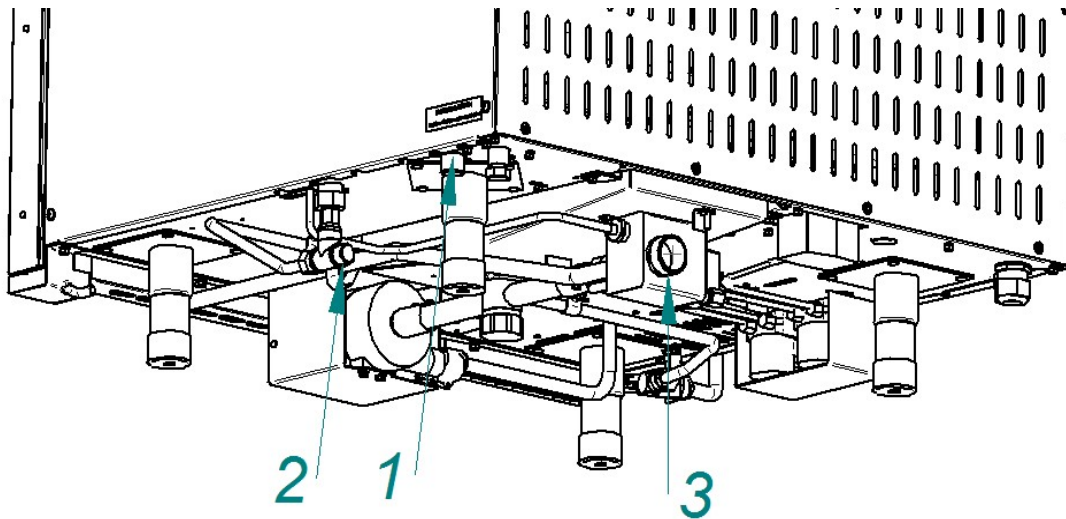

Рис. 3. Подключение к системе водоснабжения
• G3/4 наружная резьба (рис.3 поз.1) – парогенератор. Подключать через водоумягчительную установку (водородно-ионного обмена) или фильтр воды. Рекомендуется использовать фильтр BRITA PURITY C300 Quell ST.
• G1/2" наружная резьба (рис.3 поз.2) – душевое устройство и охлаждение коллектора. Допускается подключать к неподготовленной воде.
- используя шланг из комплекта поставки, подключить пароконвектомат к системе канализации (рис. 31). Шланг подключить к штуцеру с наружной резьбой G1¼" (рис.3 поз.3). Подключение к канализации выполнить с разрывом струи не менее 20мм от верха приемной воронки (СНиП 2.04.01-85 п. 17.11).